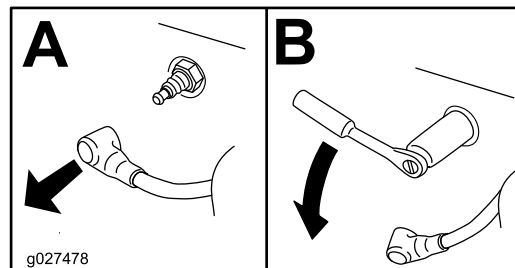

Figura 49
4. Retire a vela de ignição (Figura 49).